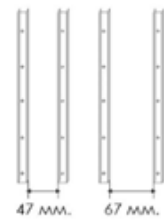

Рис.2
- для Модели-3 расстояние между монтажными планками = 67 мм (рис.2).